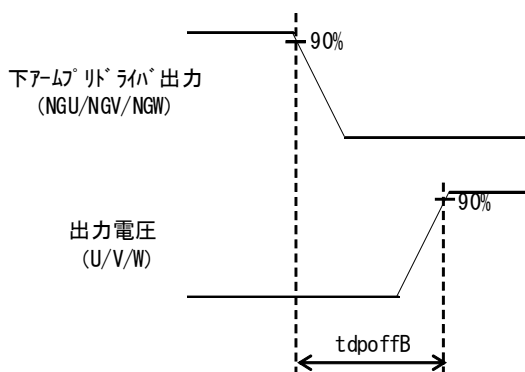

図 2.3.6.1 $tdpoffB$ 定義図
- 電流極性信号は U 相電圧の情報からラッチ回路を用いて H/L 検出しています。このラッチ回路はブリドライバ IC の出力のタイミングをトリガにしています。そのため、ブリドライバ IC がゲート駆動信号を出力してから出力段パワー素子が動作するまでの時間が過剰に長い場合、正確な電流極性情報を検出できなくなる可能性があります。電流極性が “負” のときにブリドライバ IC の下アーム出力が “L” を出力して U 相出力電圧が “H” となるまでの時間を $tdpoffB$ とします。(図 2.3.6.1 に $tdpoffB$ の定義を示します。) 電流極性を正しく検出する為に、ばらつきや温度依存性も含めて $tdpoffB$ が $0.7 \mu s$ 以下となるよう、出力段パワー素子の選定やゲート抵抗、ゲート容量の設定を行って下さい。